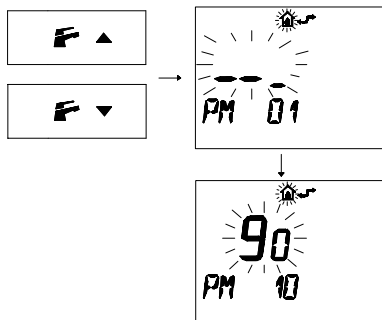

Figura 5.87
- Premere i pulsanti  $\text{F}$   $\blacktriangledown$  o  $\text{F}$   $\blacktriangle$  per visualizzare la programmazione "PM10" selezione della frequenza di accensione (Figura 5.87).
Nella Figura 5.87 si visualizza un SET programmato di 90 corrispondente ad un tempo di riaccensione di 3 minuti circa. Il campo di regolazioni è da 0 a 8 minuti e mezzo.